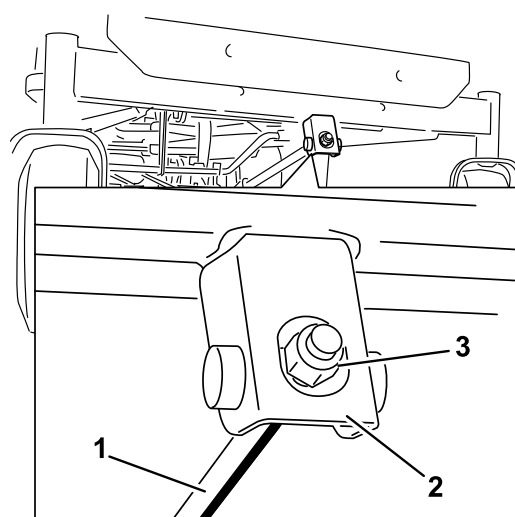

Figure 54
6. Pour régler l'inclinaison avant/arrière des lames, tournez l'écrou de réglage à l'avant du plateau de coupe (Figure 54).